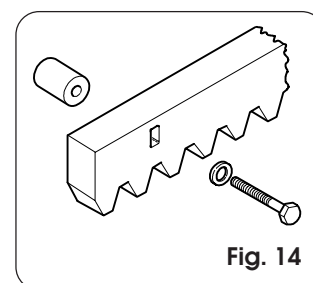

Fig. 14
4.8.2. Cremagliera di acciaio ad avvitare (Fig. 14)